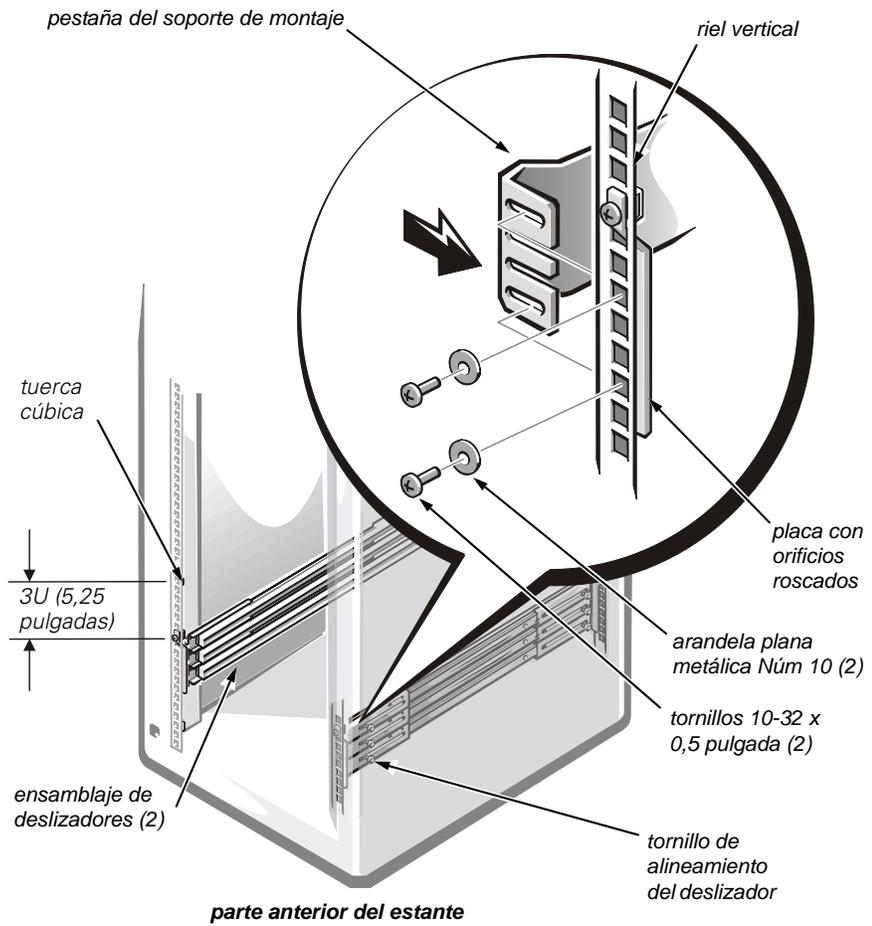

Figura 6. Instalación de los ensamblajes de deslizador
3. Con un destornillador cruciforme, libere ligeramente el tornillo de alineamiento de los deslizadores que mantienen el soporte de montaje del ensamblaje de deslizadores frontal al deslizador exterior (vea la figura 6).
- a. Inserte la pestaña del soporte de montaje del deslizador entre la placa con orificios roscados y el riel vertical del estante según se muestra en la figura 6.
- b. Ubique el soporte de montaje en la parte de atrás del ensamblaje de deslizadores de forma que las cuatro ranuras se hallen alineadas con los cuatro agujeros de la placa de orificios roscados (vea la figura 6). Fije el soporte de montaje con dos tornillos cruciformes 10-32 x 0,5 pulgada y dos arandelas planas metálicas Núm 10 ubicadas en la parte superior e inferior de los cuatro agujeros. *No atornille completamente los tornillos hasta que haya instalado el ordenador y verificado que la anchura entre los ensamblajes de deslizadores sea la correcta.*
6. Instale dos tuercas cúbicas 10-32 en cada riel vertical frontal para los tornillos de mariposa del adaptador de estante (vea la figura 6).